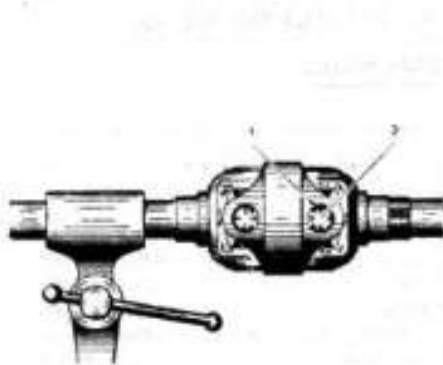

Fig. 20. — Maintien du cardan.
* L'ensemble étant tenu dans un étau, retirer les quatre segments d'arrêt (1) des coussinets (2) côté fusée. Enlever au grattoir les bavures et la peinture pouvant gêner l'extraction des coussinets (fig. 20).
* Démontez les coussinets en opérant comme précédemment. (fig. 20 et 21)